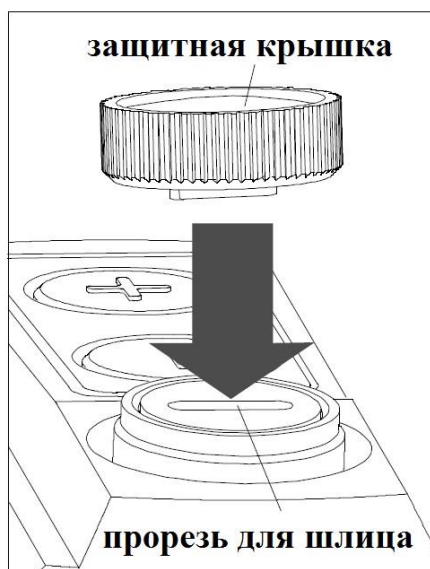

рис.6
2. Для ввода поправок можно воспользоваться встроенной в защитную крышку отверткой (см. Рис.6). Обратите внимание на надпись внутри крышки.
3. Сначала снимите защитную крышку (см. Рис.6), вставьте